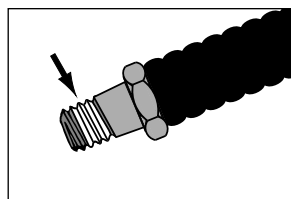

Abb. 2, Gewindedichtmittel
**Hinweis:** Wickeln Sie in den folgenden Schritten 1-1/2 Umwicklungen Teflonband oder ein anderes geeignetes Dichtungsmaterial um alle Hydraulikverschraubungen mit Gewinde und lassen dabei die erste vollständige Windung frei von Band oder Dichtungsmaterial wie in Abb. 2 gezeigt.